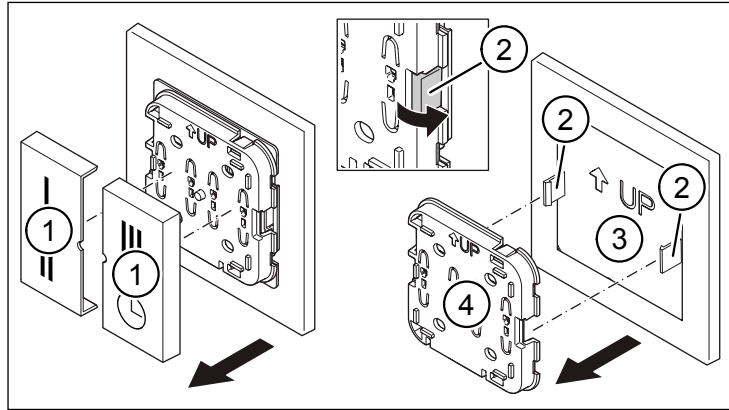

Abb. 2: Taster und Elektronik-Einheit abziehen
- ▶ Ziehen Sie die beiden Taster (Pos. 1 in Abb. 2) ab.
- ▶ Drücken Sie die beiden Rasthaken (Pos. 2 in Abb. 2) nach außen und nehmen Sie die Elektronik-Einheit (Pos. 4 in Abb. 2) von der Montageplatte (Pos. 3 in Abb. 2) ab.
- ▶ Ziehen Sie die beiden Taster (Pos. 1 in Abb. 2) vom Funktaster ab.